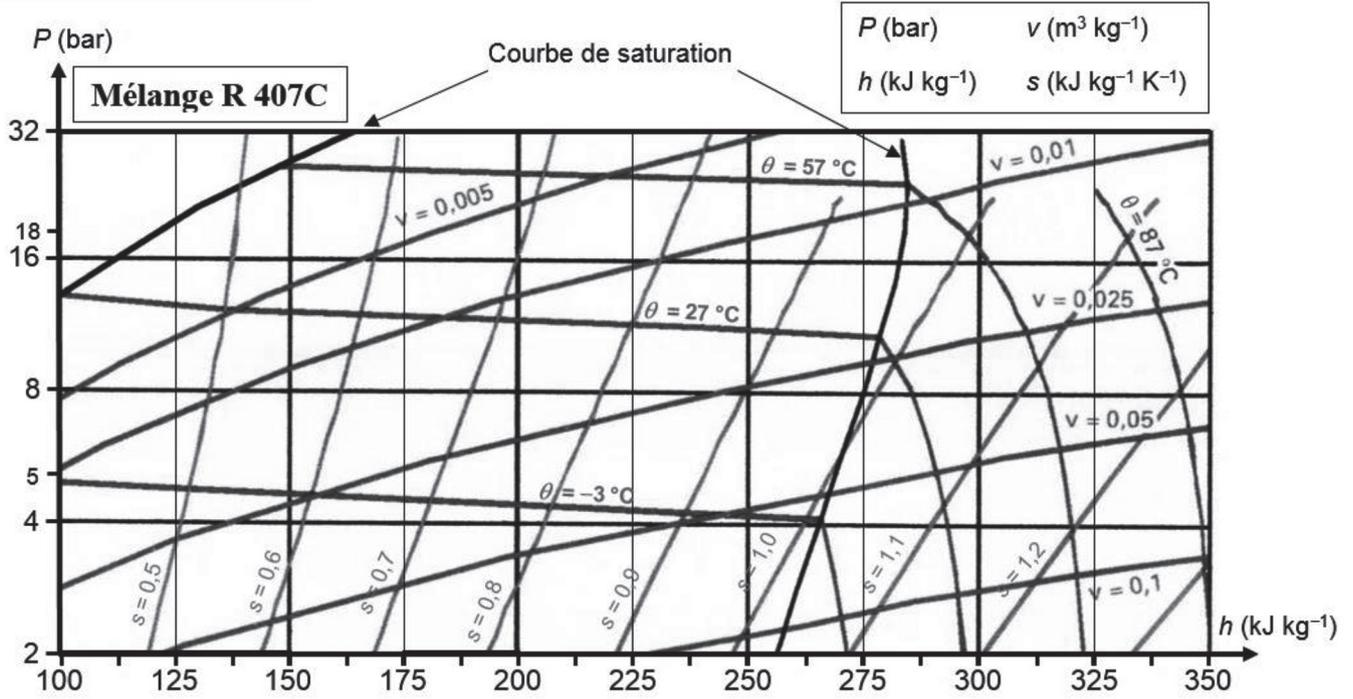

Figure f.4
- diagramme des frigoristes  $\log P = f(h)$  (figure f.4) ;